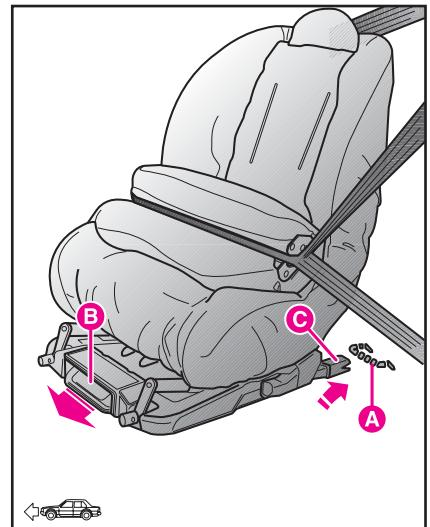

fig. 85
– controle que la palanca de desenganche **B** (fig. 85) esté en la posición de reposo (hacia adentro);
– identifique los soportes de predisposición **A** (fig. 85) y ponga la silla con los dispositivos de enganche **C** (fig. 85) alineados a los soportes;
En este caso, el niño está sujeto también con los cinturones del coche (fig. 85).